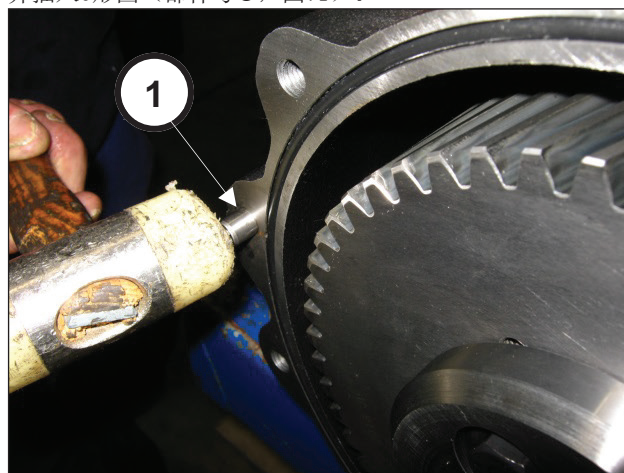
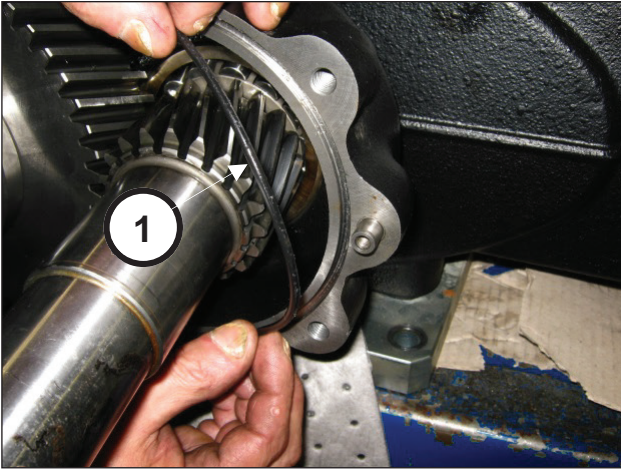

图70
图71
将两个销子①010x24安装到减速齿轮箱（部件号②，图70）并插入O形圈（部件号③，图71）。